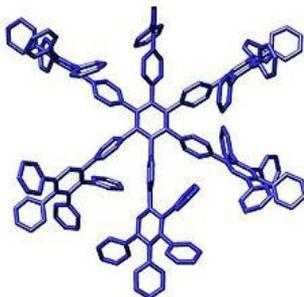

Рис. 1.19. Полимерная молекула
**МАКРОМОЛЕКУЛА** – молекула полимера, совокупность большого числа (от сотен до миллионов) атомов, соединенных между собой химическими связями. Как правило, макромолекулы состоят из повторяющихся единиц – мономеров, объединившихся в макромолекулу. Макромолекулы бывают *линейные* и *разветвленные*. Макромолекулу также называют *полимерной молекулой* или *мегамолекулой* (рис. 1.19). Способна изменять форму в результате теплового движения или действия внешних сил (т.н. гибкость макромолекулы).